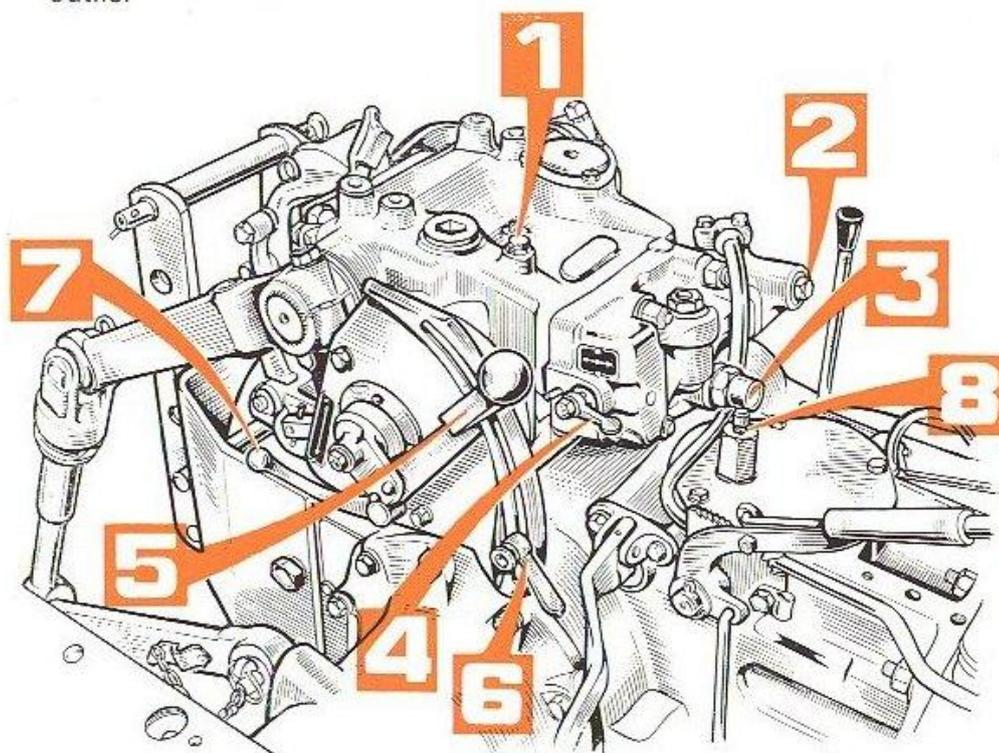

FIG. 14 — Dispositif de relevage
- D'autre part une manette (6 fig. 14) permet d'augmenter ou de diminuer le nombre de réactions du relevage. En pratique il faut atteindre la plus grande sensibilité, en faisant pivoter la manette dans le sens de la flèche dirigée vers le signe « + » de la plaque, sans pour ce'a provoquer des trépidations de l'outil susceptible de gêner le conducteur.